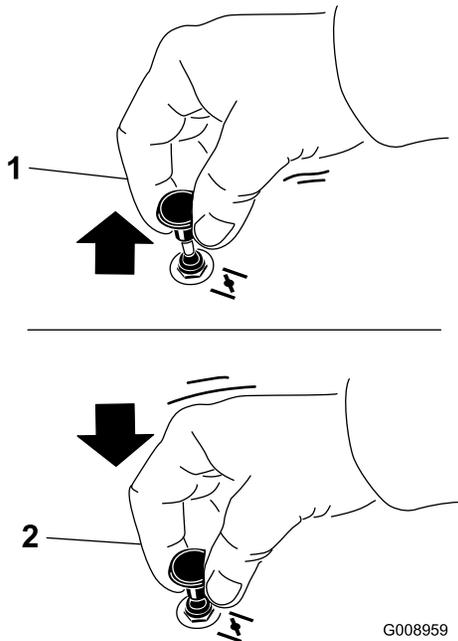

Figura 21
1. Tire hacia arriba del mando para engranar el estárter antes de usar el interruptor de encendido (Figura 21).
2. Presione hacia abajo el control del estárter para desactivar el estárter después de que el motor arranque (Figura 21).